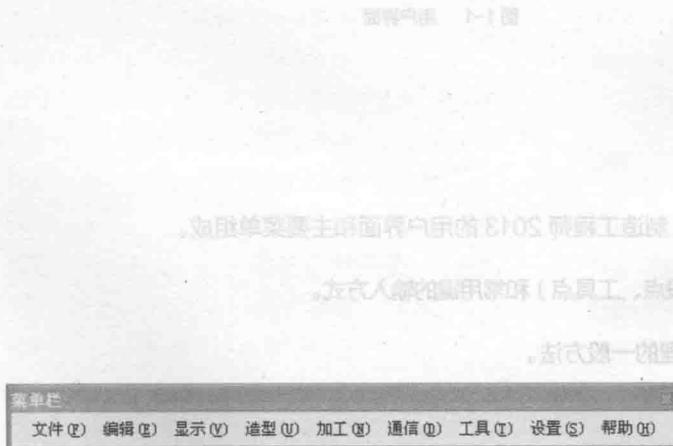
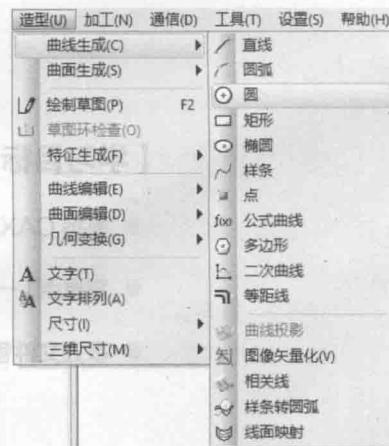

图 1-3 主菜单栏
图 1-4 菜单的下拉菜单
(4) 主菜单：用户界面最上方的菜单条，主菜单包括文件、编辑、显示、造型、加工、通信、工具、设置和帮助 9 个菜单项，如图 1-3 所示，每个菜单项都含有若干个下拉菜单。单击菜单条中的任意一个菜单项，都会弹出一个下拉式菜单，指向某一个菜单项会弹出其子菜单。菜单条与子菜单构成了下拉菜单，如图 1-4 所示。